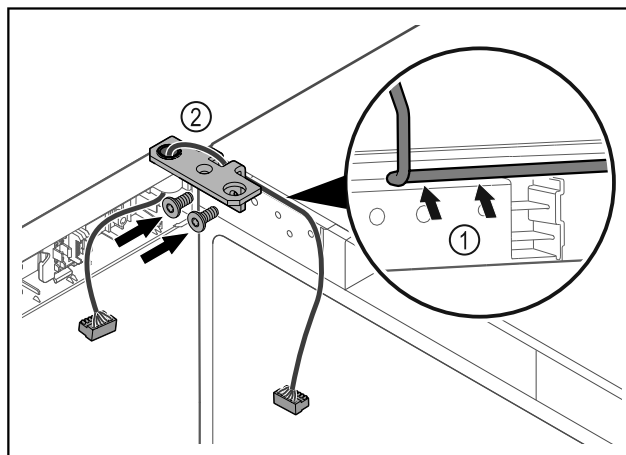

Fig. 47
- ▶ Poprowadzić kabel przez wgłębienie w zawiasie i ostrożnie go ułożyć Fig. 47 (1).
- ▶ Przykręcić zawias Fig. 47 (2).